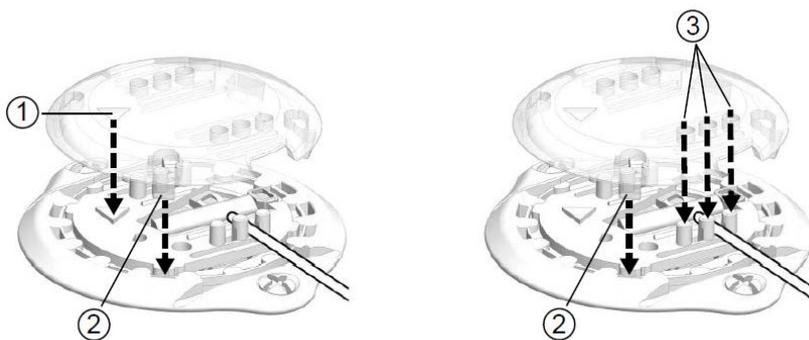

Figura 34. Alinee la tapa para que encaje en la base.
2. Alinee la herramienta de orientación triangular de la tapa con la misma herramienta de orientación triangular del clip de soporte (Figura 34).
3. Alinee los orificios de la tapa con las patas del soporte del electrodo (Figura 34).
4. Baje la tapa y presiónela para hacer encajar las cuatro patas de la tapa en la base (Figura 34).